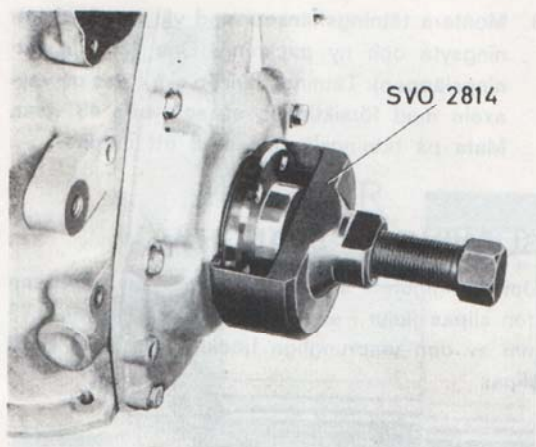

Bild 49. Demontering av polygonnav
3. Ta bort centrumskruven och demontera polygonnavet med avdragare 2814, se bild 49. (Prova först om polygonnavet går att dra av för hand).
3. Ta bort centrumskraven och demontera polygonnavet med avdragare 2814, se bild 49. (Prova först om polygonnavet går att dra av för hand).